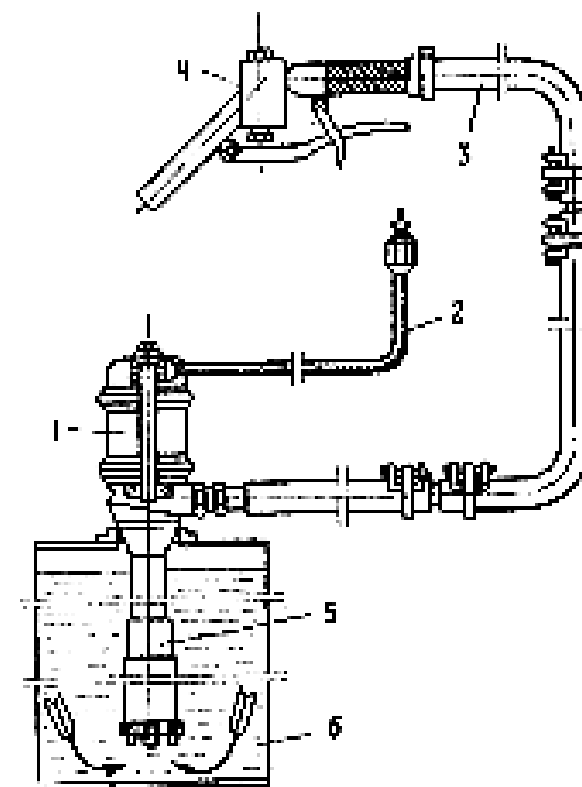

Рис. 7. Малогабаритный заправочный агрегат МЗА-3:
4. Промыть каждую группу баков с помощью малогабаритного заправочного агрегата МЗА-3 (рис. 7). Для этого вставить раздаточный кран 4 в заливную горловину промываемой группы баков, и в течение 0,5 мин нагнетать топливо в группу баков при максимальной производительности насоса (60 л/мин).